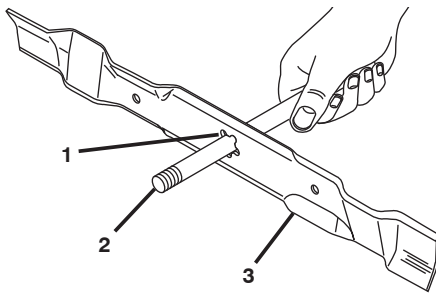

Figure 20
1. Glissez la lame sur la partie sans filetage du boulon ou la cheville en acier et gardez le boulon/la cheville dans une position parallèle avec la terre. Si la lame est équilibrée, elle doit rester horizontale. Si une extrémité de la lame se déplace vers le bas, aiguisiez l'extrémité qui est trop lourde jusqu'à ce que la lame soit bien équilibrée (Figure 20).